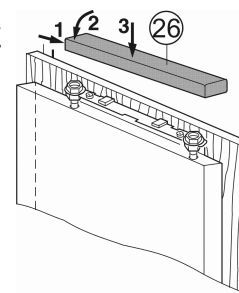

Fig. 24
- ▶ Coloque y encaje la cubierta superior Fig. 24 (26).